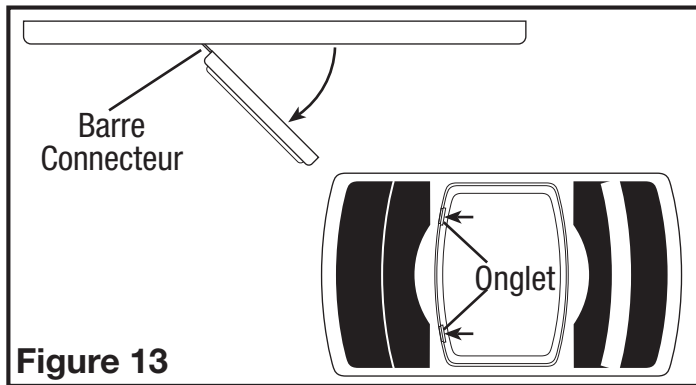

Figure 13
- Fermer les lentilles de lumière et fixer en place en les basculant en position et en pressant les onglets en place (**Figure 13**).
- Remplacement de l'ampoule :** Débrancher l'alimentation de l'unité. Ouvrir les lentilles de lumière en poussant sur les deux onglets et en la tirant vers l'extérieur des lentilles. Les lentilles basculeront en position ouverte sur les barres connecteurs. NE PAS enlever les lentilles de la grille (**Figure 13**).